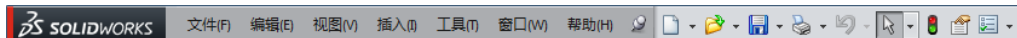
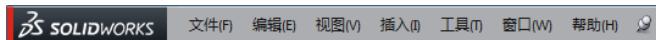

图 1-11 默认菜单栏
图 1-12 菜单栏
1. 菜单栏：显示在标题栏的下方，默认情况下菜单栏是隐藏的，它的视图是只显示工具栏按钮，如图 1-11 所示。要显示菜单栏需要将光标移动到 SolidWorks 徽标  或单击它，如图 1-12 所示，若要始终保持菜单栏可见，需要将“图钉”图标按钮  更改为钉住状态 ，其中最关键的功能集中在“插入”与“工具”菜单中。